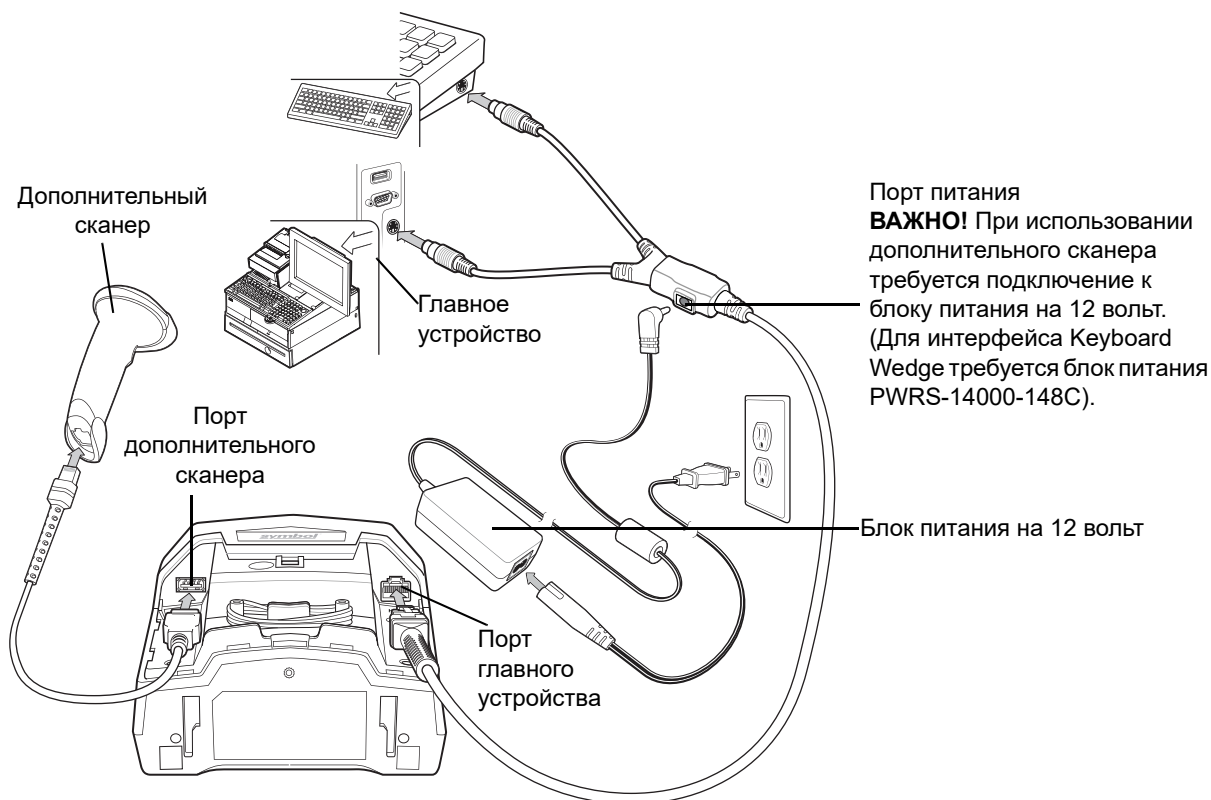

Рис. 9-2 Подключение Keyboard Wedge — с дополнительным сканером/внешний блок питания
- DS7708 подключается непосредственно к главному компьютеру и клавиатуре с помощью Y-кабеля Keyboard Wedge, а дополнительный сканер подключается к DS7708. При использовании дополнительного сканера требуется подключение к блоку питания на 12 В (см. Рис. 9-2).
- б. Подключите внешний блок питания на 12 В, как показано на Рис. 9-2.